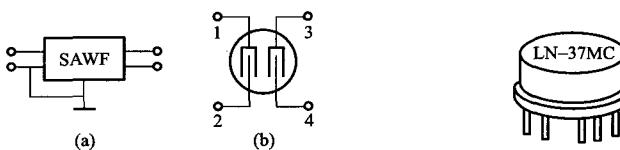

图 1-10 声表面滤波器电路图形符号
(1) 声表面波滤波器 (SAWF)。在昆仑 B3110 型电视机中 SAWF 使用图 1-10 (a) 所示的电路符号，在其他电视机中也有使用图 1-10 (b) 所示的电路符号。